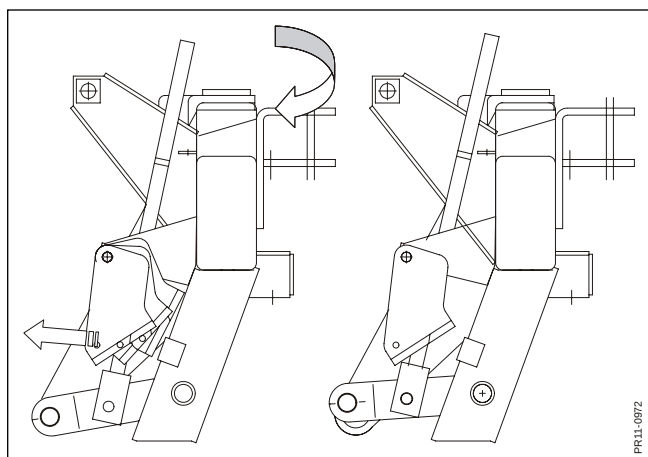

Fig. 3-11
- 4) Hvis man ønsker toprammen stabiliseret under transport kan parkeringslåsen aktiveres samtidig med at der løftes til lodret (se fig. 3-11).
- Fig. 3-11